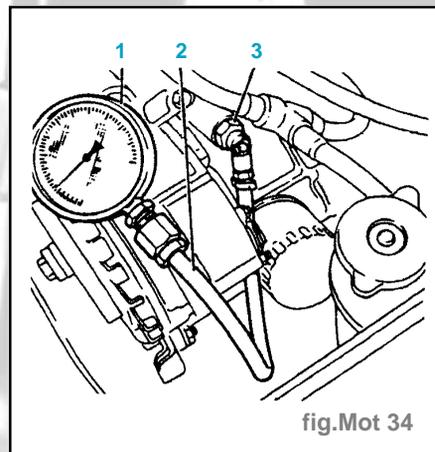

fig. Mot 34
- Monter le raccord (3) (fig. Mot. 34).
- Brancher le manomètre (1) et son flexible (2).
- Déposer le manomètre (1) et son raccord (3).